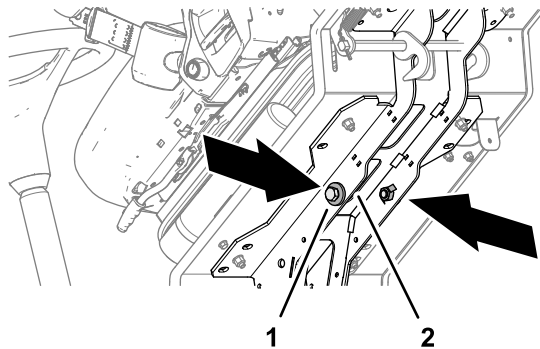

Figure 42
6. Rangez les 2 boulons (12 x 40 mm) et les 2 rondelles (12 mm) dans les longerons de support de la plate-forme (Figure 42).